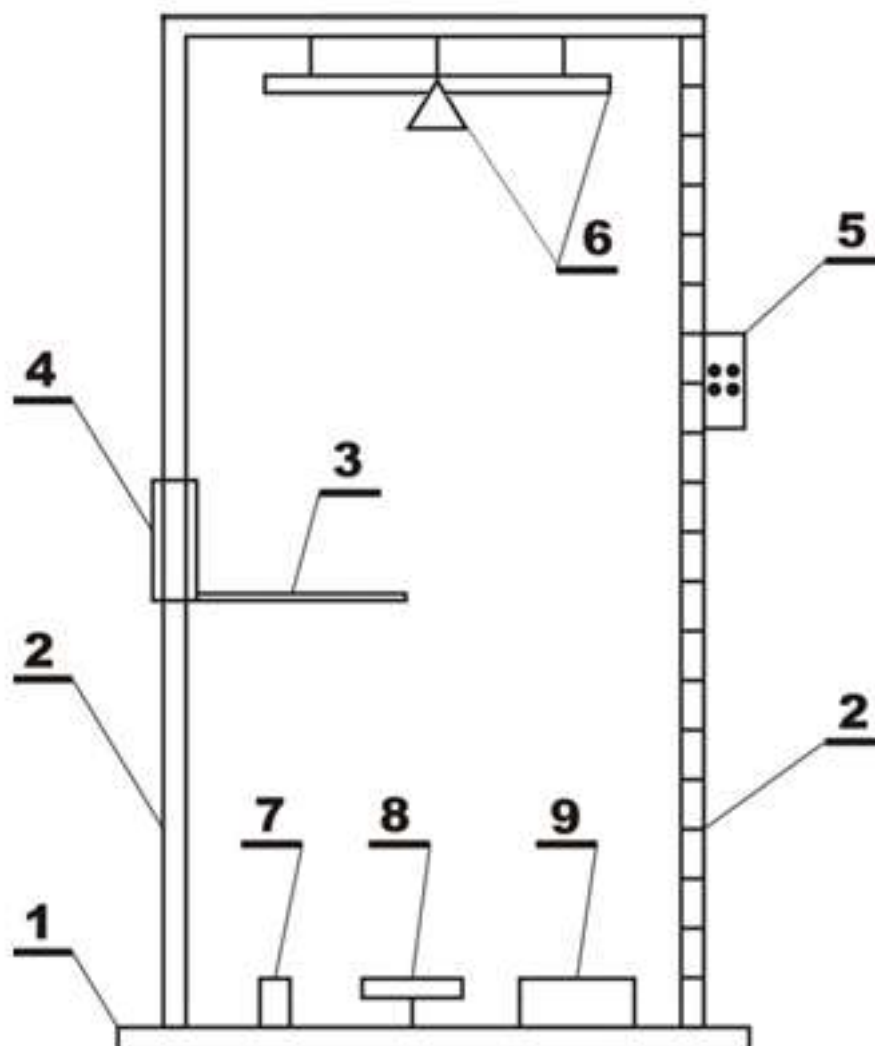

Рис. 1. Схема внешнего вида осветительной установки
1. Включите лабораторную установку регулятором напряжения на панели управления 5 (рис. 1).
3. Разместите ЛПП по центру площадки (рис. 1(3)).
4. Площадку (3) при помощи передвижной втулки установите на отметке 0 см.
5. Регулятором напряжения (8) установите напряжение по заданию преподавателя (в диапазоне от 50 до 260 В).
8. Опуская площадку (3) с ЛП, измерьте освещенность при расположении датчика на высотах от 10 до 170 см.
3. Разместите ЛП по центру площадки (3).
4. Площадку (3) при помощи передвижной втулки установите на отметке, заданной преподавателем (в диапазоне от 0 до 170 см).
5. Регулятором напряжения (8) установите напряжение 260 В.
6. Включите лампу накаливания выключателем (5).
8. Уменьшая напряжение с интервалом 10 В (260 В, 250 В, 240 В...) поворотом регулятора (8) против часовой стрелки произведите измерение освещенности при различных